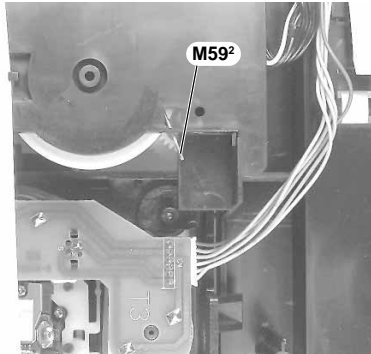

Fig. 16
- Die Feder **M592** in die Service-Stellung bringen wie in Fig. 16 abgebildet.
- Set spring **M592** in service position as shown in Fig. 16.